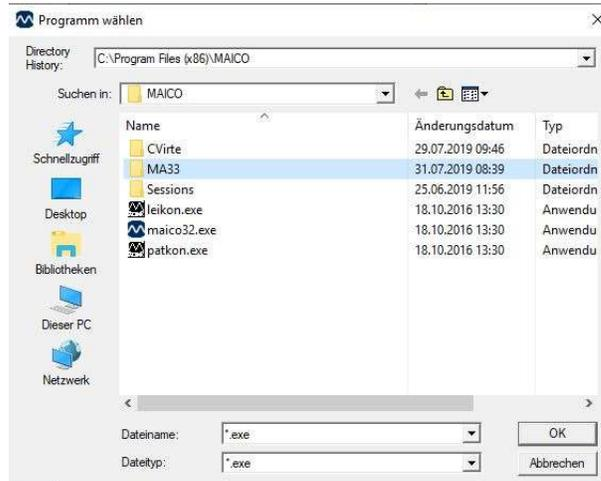
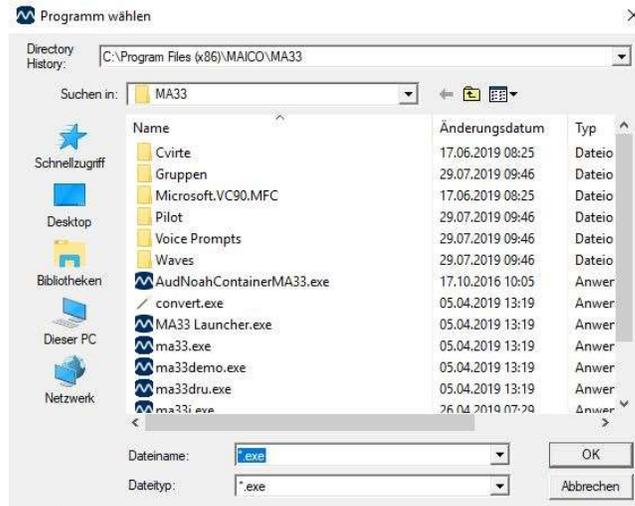

Abbildung 22
Abbildung 23
3. Es erscheint das folgende Fenster (Abbildung 22). Öffnen Sie den Ordner **MA 33** und wählen Sie die Datei **ma33i.exe** für das Programm, das zur Datenbank hinzugefügt wird. Klicken Sie auf **OK** (Abbildung 23).